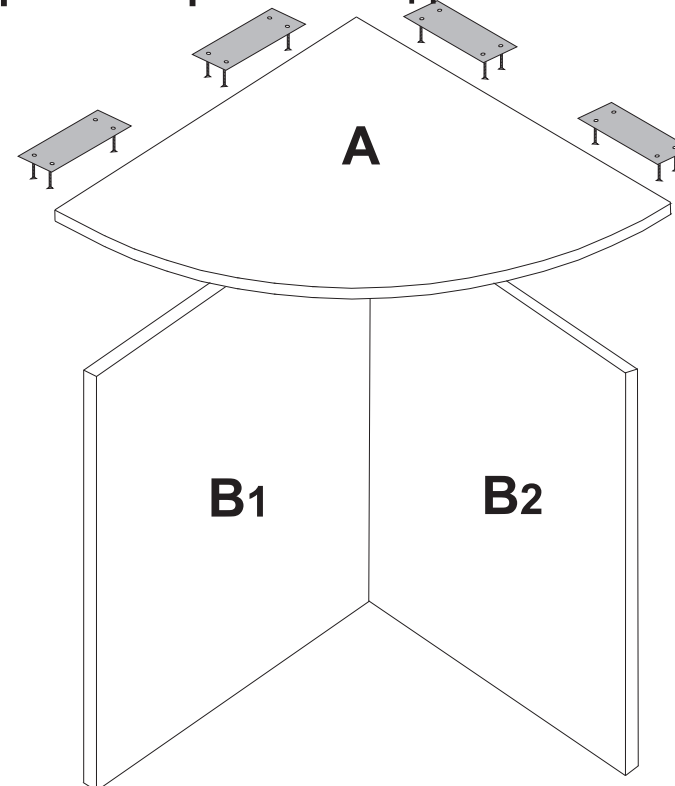

Рис.1
Сборка производится согласно Рис.1
Установите шканты (3) в отверстия d=8 мм столешницы А. Вставьте дюбель эксцентрика быстрого монтажа (1а) в ногу В2 и в столешницу А (см. Рис.2). Вбейте футорки (4а) в нижние торцы ног В, вкрутите ножки (4б) (см. Рис 3.).Соедините вместе ноги В1 и В2. Вставьте эксцентриковые гайки (16) и с помощью отвертки поверните по часовой стрелке до фиксации (см. Рис.2). На собранную конструкцию установите столешницу А и закрепите с помощью эксцентриковых стяжек (1). Отрегулируйте положение ножек (4б) по высоте. В эксцентриковые гайки (16) вставьте заглушки (2) Используя шурупы (6) и крепежные пластины (5) присоедините деталь А к столешницам столов (См. Рис. 1).